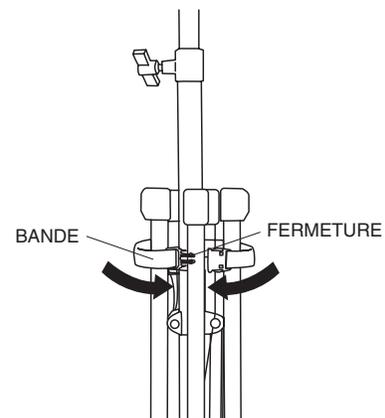

Figure 33. Entreposer le pentapod rangé
- Une fois que les pattes du pentapod sont toutes dans la position de rangement, enrouler la sangle autour des cinq pattes et fixer en verrouillant la fermeture. Voir Figure 33.